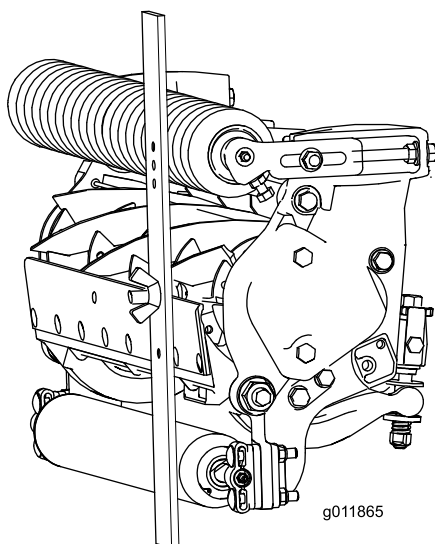

Рисунок 18
- Зацепите головку винта за режущую кромку неподвижного ножа и расположите задний конец планки на заднем валике (Рисунок 18).
- Поворачивайте регулировочный винт до тех пор, пока передний валик не коснется измерительной планки (Рисунок 18). Регулируйте оба конца валика до тех пор, пока весь валик не встанет параллельно неподвижному ножу.